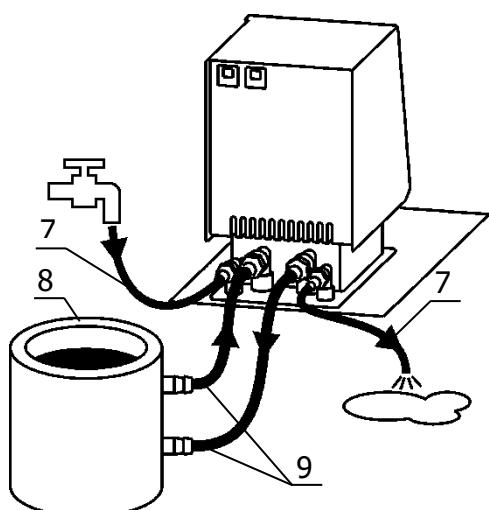

Рисунок 4 — Подключение внешнего потребителя
2.2.7 Для подключения к термостату внешнего потребителя 8 (рисунок 4) использовать соединительные шланги 9. Концы соединительных шлангов надежно закрепить на штуцерах блока регулирования и внешнего потребителя хомутами.
2.2.10 Для работы термостата при температурах теплоносителя, близких к окружающей температуре, может потребоваться дополнительное охлаждение с помощью встроенного теплообменника. В этом случае необходимо подключить термостат к водопроводной сети или специальному холодильному устройству при помощи шлангов 7 (рисунок 4), присоединенных к штуцерам теплообменника. Поток охлаждающей жидкости должен быть равномерным и, по возможности, небольшим. Дополнительное охлаждение не требуется, если температура теплоносителя выше температуры окружающей среды более чем на 20 °C.